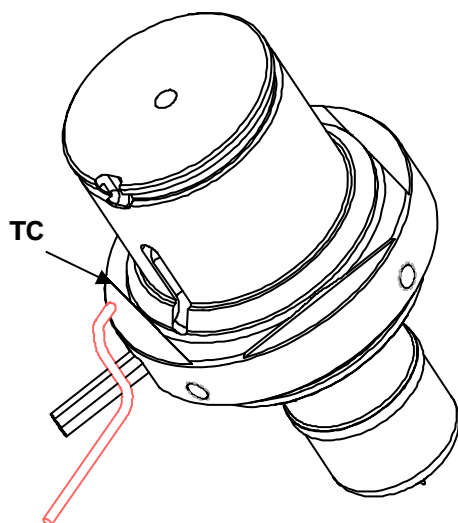

Fig. 65 – Extraction du thermocouple de son logement
3. Extraire le thermocouple de son logement (Fig. 65)